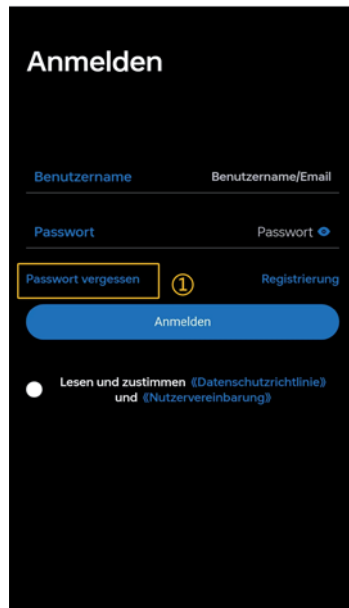
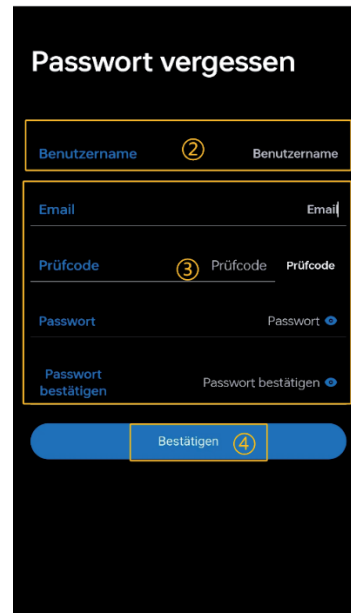

Abb. 3-1
Abb. 3-2
- 1) Klicken Sie auf der Anmeldeseite auf "Passwort vergessen" (siehe Abbildung 3-1, markiert als ①), um zur Detailseite (siehe Abbildung 3-2) zu gelangen.
- 2) Klicken Sie auf der Detailseite (Abbildung 3-2) nach der E-Mail-Adresse (markiert als ③), um den Bestätigungscode zu erhalten (der Bestätigungscode für die E-Mail ist 3 Minuten gültig). Geben Sie den erhaltenen Bestätigungscode ein und setzen Sie dann das Passwort zurück.
- 3) Klicken Sie auf "Bestätigen" (markiert als ④), um die Einstellung abzuschließen. Hinweis: Wenn Sie den Benutzernamen vergessen haben, können Sie Feld ② leer lassen.